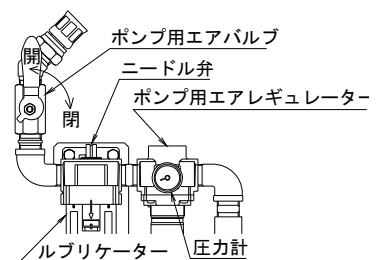

Fig.10
- ルブリケーターに給油をしてください。使用オイルは、タービン油1種（無添加）ISO VG32を使用してください。（ルブリケーターの滴下量は、およそ0.05 mL/滴です。ポンプの作動エア圧力と運転状態が変わりますが、ポンプ運転状態で5分/滴程度にニードル弁で調整してください。）(Fig.10)
- ポンプ用エアレギュレーターを使用に必要なエア圧力に調整してください。（Fig.10）